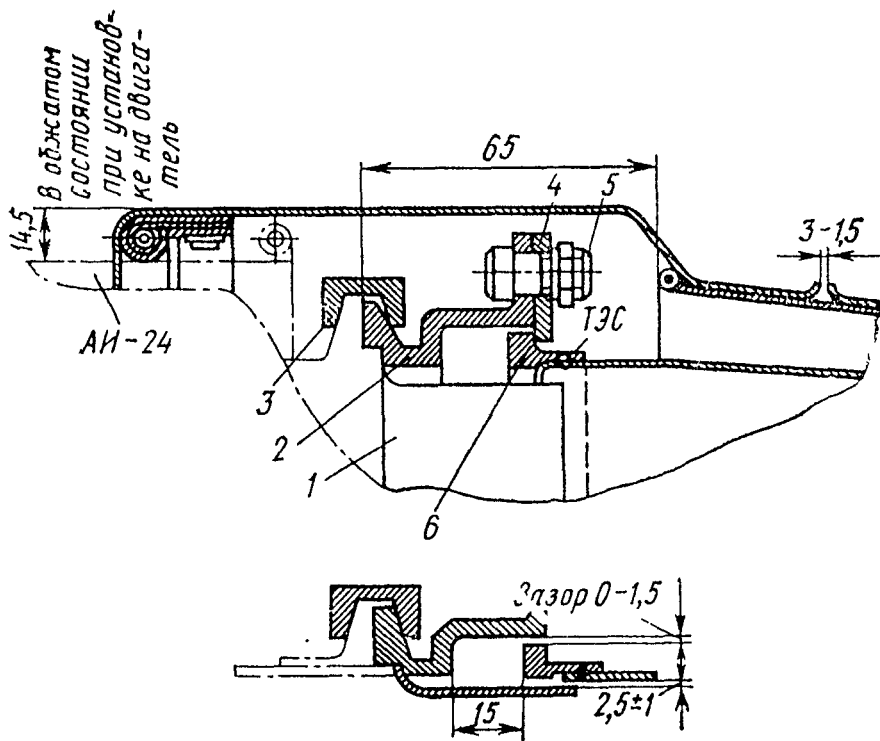

Рис. 8.1. Сочленение выхлопной трубы с двигателем:
5. Износ сочленений удлинительной трубы с двигателем происходит по внутренней поверхности фланца 2 (рис. 8.1) от трения фланца трубы 6 в процессе удлинения трубы при работе. Выработка фланца 2 допускается не более 1 мм, максимальная выработка торцевой поверхности планок 4 не более 1,5 мм. Износ наружной поверхности фланца трубы 6 от соприкосновения с планками 4 не должен превышать 0,5 мм. Допускаются пропилы и потертости на хомуте 3 глубиной до 0,5 мм. Перемычка должна быть не менее 2,5 мм. Забоины на гранях болтов стяжного хомута 3 глубиной до 0,2 мм зашлифуйте напильником, Болты с забоинами глубиной более 0,2 мм, срывом резьбы и изгибом замените. Порванную герметизацию замените, поставив новую, увеличенного диаметра. Трещины до 2 мм на хомуте 3 заварите АрДЭС, а потом зашлифуйте. При наличии трещин свыше 2 мм хомут 3 замените. Планки 4 с выработкой более 1,5 мм замените. При наличии выработки на фланце трубы замените ее. Ослабленные заклепки крепления фланца к обечайке удлинительной трубы замените новыми. При увеличении диаметра отверстия под заклепку установите заклепки следующего по величине диаметра.